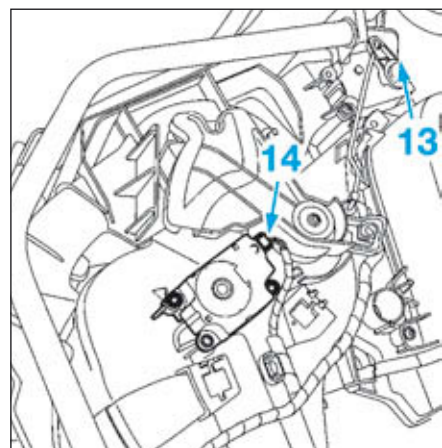

FIG.45
- Débrancher les connecteurs (Fig.45) :
- du moteur de distribution (13),
- du moteur de mixage (14).